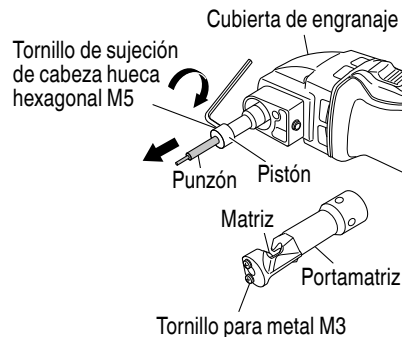

Fig. 11
- (b) Afloje el tornillo de sujeción de cabeza hueca hexagonal M5 que fija el punzón al pistón, y extraiga dicho punzón. (consulte la Fig. 11)
Afloje los 2 tornillos para metal y reemplace el troquel. (consulte la Fig. 11)